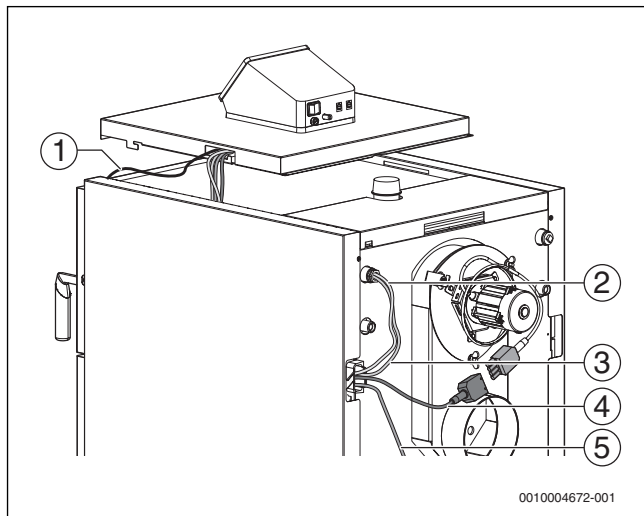

Fig. 21 Treceți cablurile și cablurile senzorilor prin capacul cazanului
- Treceți cablul și cablul senzorului prin adâncitura capacului cazanului (→ Fig. 21).
- ▶ Treceți cablul și conducta capilară a senzorului de temperatură a cazanului (FK) și a limitatorului de siguranță a temperaturii (STB) prin suporturile de cablu care ies din cazan.
- ▶ Senzorul pentru temperatura cazanului și limitatorul de temperatură de siguranță (→ Fig. 21, [1], pagina 20) se introduc în teaca de imersie [3] de pe partea posterioară a cazanului.